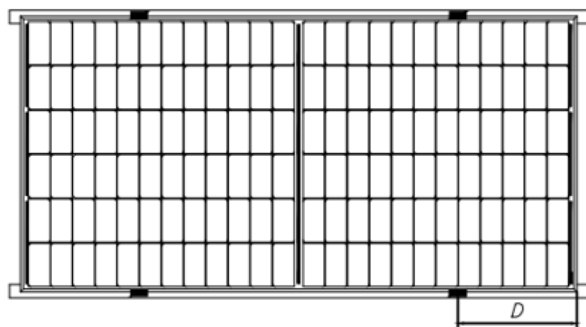
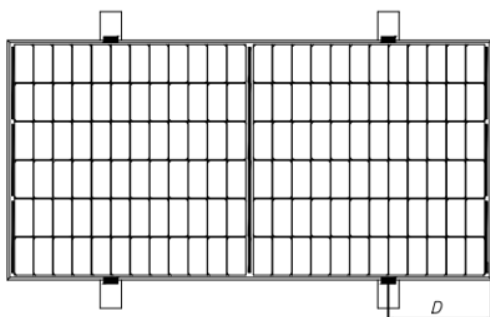
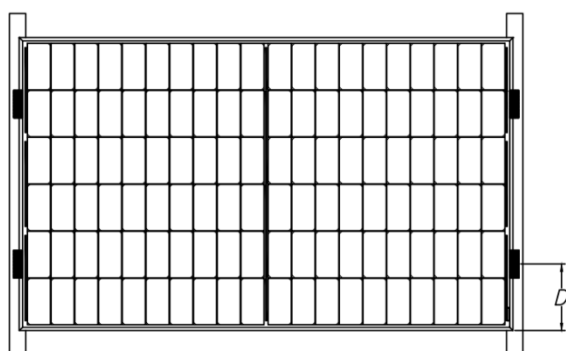
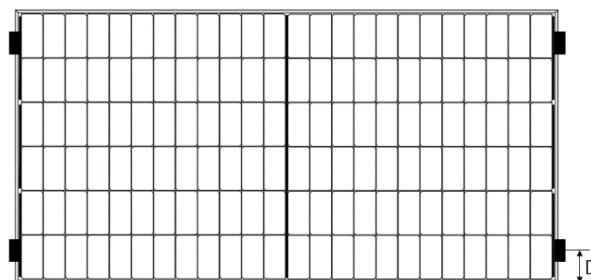

図 3 ガイドレールを長辺フレームに重ねる場合の取付
図 4 ガイドレールを長辺フレームに垂直にする場合の取付
図 5 ガイドレールを短辺フレームに重ねる場合の取付
図 6 短辺フレーム 4 点支持の取付
モジュールを設置する際には、図 3、図 4、図 5、図 6 に示すように、各モジュールを少なくとも 4 つのクランプで固定する必要があります。
- ⑨ モジュールが設置後に架台から脱落することを防ぐために、中間クランプ、エッジクランプ及びフレームの A 面に接触する面に柄溝構造のあるクランプを選ぶことをお勧めします。柄溝構造が 9 つぐらいで、隣り合っている柄溝の距離が約 1.2mm で、柄溝の深さが約 0.6mm をお勧めします。
- ⑩ 図 3 に示す設置方法の場合、モジュールの C 面とガイドレールのオーバーラップが  $\geq 25\text{mm}$  とします。不適切なクランプや間違った設置方法を使うと、アストロエナジーの限定保証は無効となります。